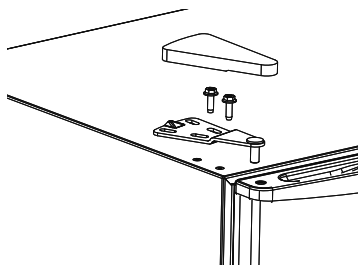

Fig. 6
- ▶ Successivamente riposizionare la cerniera superiore e fissarla stringendo entrambe le viti. Utilizzare un cacciavite a croce per stringere le viti (vedere la **Fig. 6**).